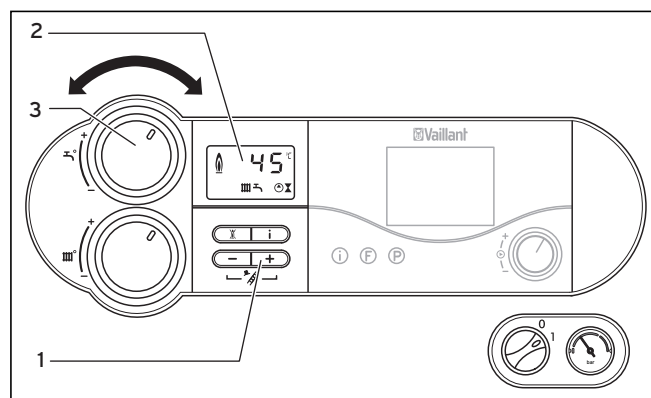

Fig. 4.6 Regolazione della temperatura serbatoio
- A tale scopo, ruotare la manopola (3) per la regolazione della temperatura dell'acqua calda sulla battuta di sinistra; vedere fig. 4.6. La funzione solare viene disattivata, mentre rimarrà attiva una funzione antigelo per il bollitore.